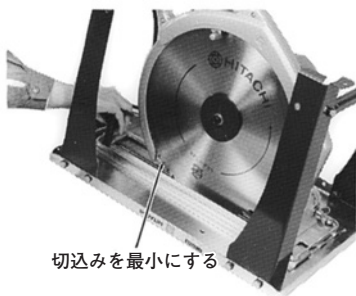

図 3
- (1) 切込み最小の位置にし、テーブルの下側に高さ 10 cm 程度の台をおきます。
- (2) テーブルの裏側に 4 本のネジが出ており、このネジにあるナット、スプリングワッシャ、ワッシャを一度はずし、ネジを丸のこ本体のベースにある穴に通してナットを締めます。(図 3、4)